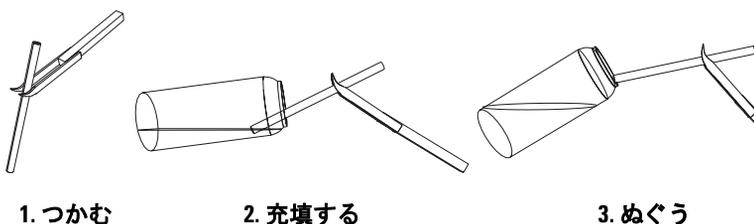

図23 ピペットの充填
- 3 ピペットを清潔なピンセットでつまみます。チェックアウトサンプルのビンおよびピペットをぎりぎりまで水平に傾け、ピペットの先端をサンプルに浸します。図23を参照してください。